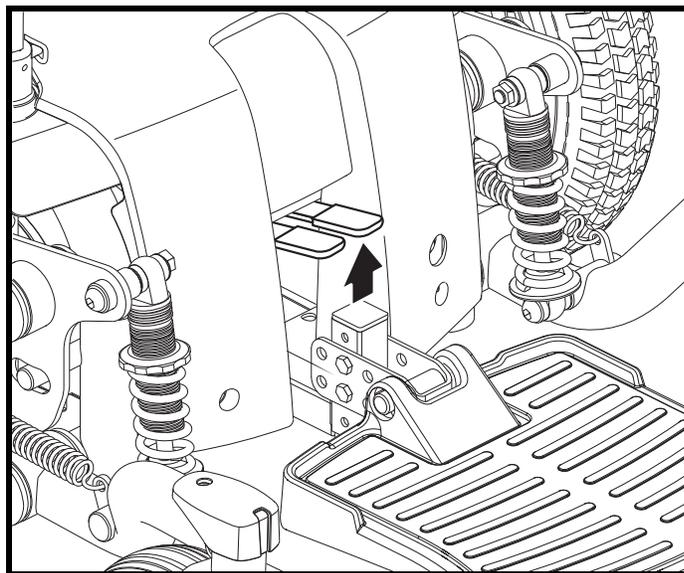

Figure 9. Mode « roues libres » (débrayé)
3. Tirez les deux leviers vers le haut pour débrayer les moteurs (mode « roues libres »). **Voir la figure 9.**